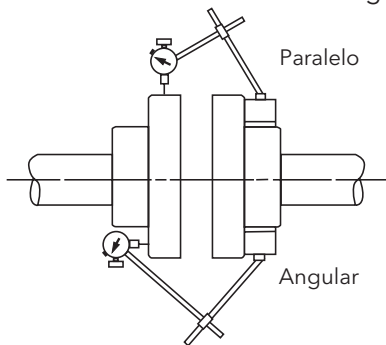

Figura 6
- 5.2.1. Aunque la unidad del motor y bomba pueda tener una alineación de fábrica, ésta pudo haberse alterado en tránsito y debe verificarse antes de hacer funcionar. Vea la Figura 6.